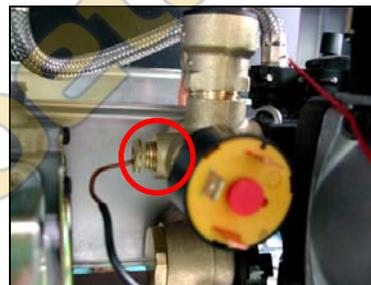

Рисунок 57
- ❑ Отсоедините капиллярную трубку от водяного блока. (Рисунок 57)